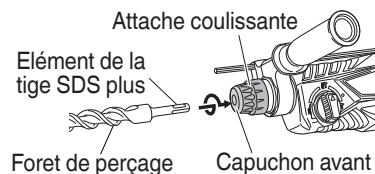

Fig. 2
6. Montage du foret de perçage (Fig. 2)
- (1) Nettoyer la section de la queue du foret.
- (2) Insérer le foret en le tournant dans le porte-outil jusqu'à ce qu'il se verrouille. (Fig. 2)